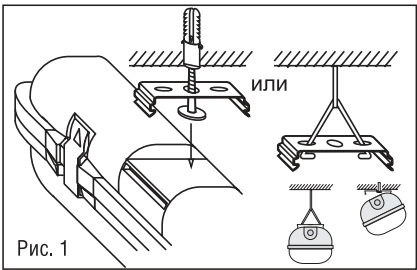

Рис. 1
- Для установки светильника накладным способом монтажа : наметить и просверлить отверстия для установочных кронштейнов на поверхности стены или потолка по месту установки (Рис. 1). Расстояние между центрами отверстий указано в таблице и может варьироваться в пределах ± 5 мм, на Ваше усмотрение. Установить на поверхность стены или потолка установочные скобы и защелкнуть в них корпус светильника.